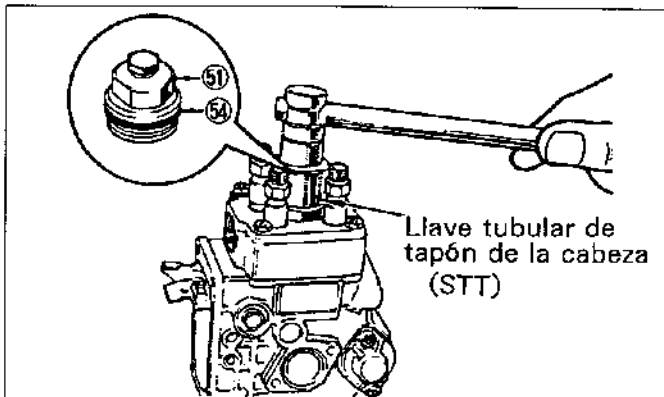

Figura.12-10 Extracción del tapón de cabeza de distribución
Extraiga el tapón de la cabeza de distribución ⑤① con la herramienta adecuada, llave tubular de tapón de la cabeza (STT). Extraiga y deseche anillo "O" ⑤④. (Vea la figura.12-10)